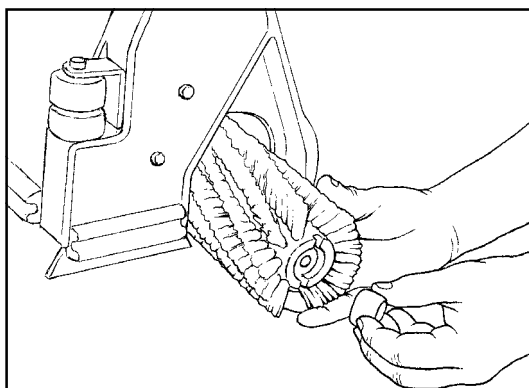

Abb. 17
6. Entfernen Sie das Bürstenabstandsstück und die Bürste, indem Sie sie von der Bürstenschiene schieben (Abbildung 17).